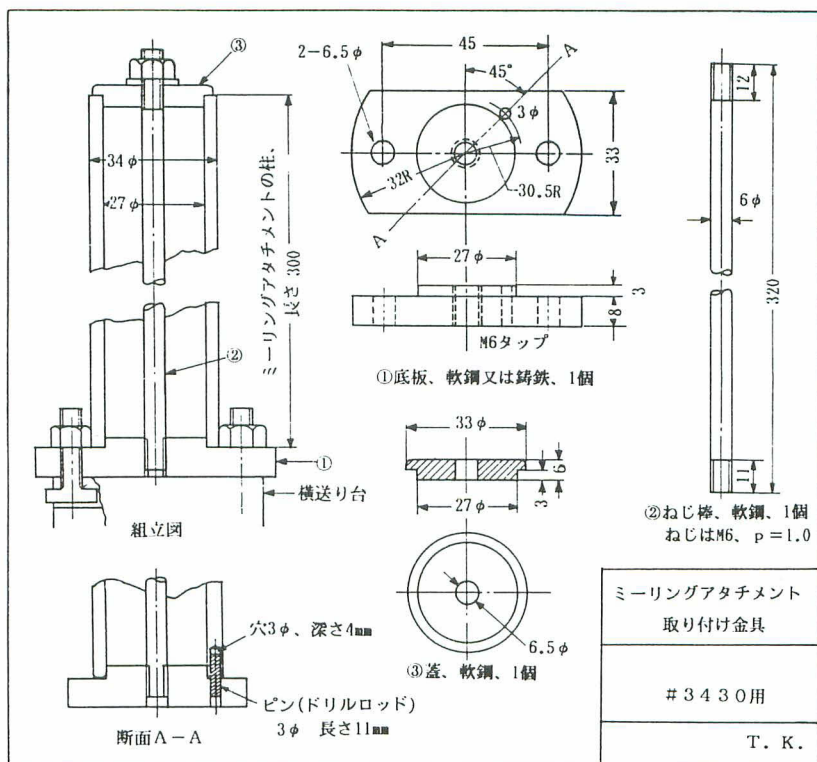

図18-12
写真18-11はフライカッターを使って丸棒から六角棒を削り出しているところです。工作物は旋盤主軸にくわえて主軸割り出しをし、カッターはミーリングアタッチメントにくわえています。ミーリングアタッチメントを自由な位置に移動できるように往復台の上に立てます。小さな往復台の上に高い柱を立てるのでT溝にかかる集中力で横送り台が破損しないよう、2本のねじで固定する構造にしました。図18-12は取り付け具で、底板①と蓋③でミーリングアタッチメントの柱を上下から挟み、ねじ棒②で締めて一体にします。そして2本の6mm角頭ねじ(Tボルト)で横送り台に止めます。ピンは切削力の反動で柱が回されて②のねじが弛むのを防ぐためのもので、柱を組立てから底板の3mm穴を案内にして柱の下端に受け穴をあけます。ピンは底板①に接着剤で止めるか、またはピンを旋盤にくわえてヤスリで軽くテーパをつけ、底板側の穴だけ2.9mmにしてバイスで押しこみます。往復台や横送り台の遊びをていねいに調節し、切削中使用しない滑り面をクランプ(固定)しますと安定の良いミーリングができます。旋盤加工した工作物をチャックから外さずにミーリングができますから能率的で、くわえ直して精度を損なう心配ありません。